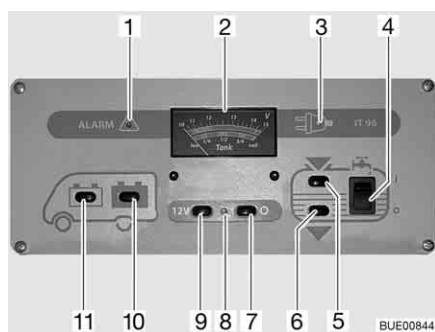

Fig. 133 Panel IT 96-2
El interruptor principal de 12 V (Fig. 133,7 y 9) conecta y desconecta el panel y la alimentación de 12 V del habitáculo.
**Conectar:** ■ Pulsar el interruptor (Fig. 133,9) "12 V": La alimentación de 12 V del habitáculo está conectada. La luz de control (Fig. 133,8) se enciende de color verde.
**Desconectar:** ■ Pulsar el interruptor (Fig. 133,7) "O": La alimentación de 12 V del habitáculo está desconectada. La luz de control (Fig. 133,8) se apaga.
Observar la escala superior del instrumento indicador V/depósito (Fig. 133,2). El instrumento indicador se ilumina automáticamente al accionar el interruptor.
- Pulsar el interruptor (Fig. 133,11) "موتور": Indica la tensión de la batería del motor de arranque.
- Pulsar el interruptor (Fig. 133,10) "مركبة": Indica la tensión de la batería del habitáculo.
Observar la escala inferior del instrumento indicador V/depósito (Fig. 133,2). El instrumento indicador se ilumina automáticamente al accionar el interruptor.
- Pulsar el interruptor (Fig. 133,5) : Indica la cantidad de agua.
- Pulsar el interruptor (Fig. 133,6) : Indica la cantidad de aguas residuales.
*Conectar:* ■ Pulsar el interruptor basculante (Fig. 133,4) por arriba "I": El suministro de agua está conectado.
*Desconectar:* ■ Pulsar el interruptor basculante (Fig. 133,4) por abajo "O": El suministro de agua está desconectado.
La luz roja de "ALARMA" (Fig. 133,1) parpadea en cuanto la tensión de la batería del habitáculo baja de 11 V (medición durante el servicio) y hay peligro de descarga completa.
Se enciende la luz de control de 12 V (Fig. 133,8) cuando se conecta el interruptor principal de 12 V (Fig. 133,9).
Se enciende la luz de control de 230 V (Fig. 133,3) amarilla cuando hay tensión de red en la entrada del bloque eléctrico.